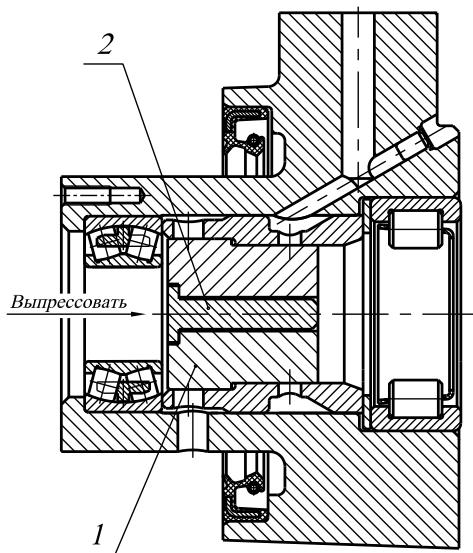

Рис. 128. Выпрессовка распорной втулки
9. Отвернуть болты 19 крепления упорного фланца 16, выпрессовать наружную распорную втулку 21 и наружную обойму заднего подшипника. Во избежании передачи осевого усилия через сепаратор переднего подшипника, выпрессовку необходимо проводить с помощью специального приспособления, как показано на рис. 128 и 129. После этого извлечь из корпуса передний подшипник.